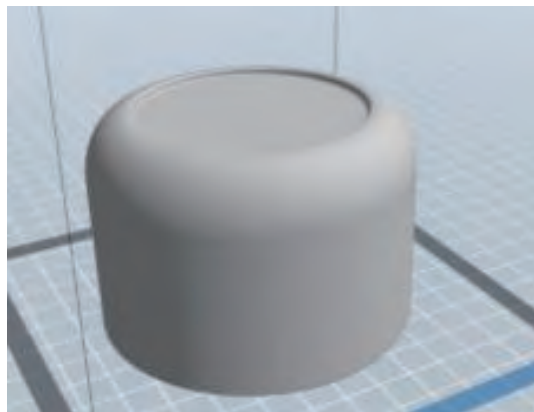
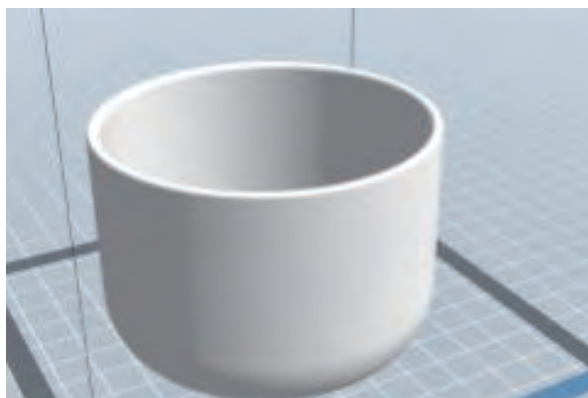

図 8-15
図 8-16
②（図 8-15）のようなモデルは蓋がないものが床に付く内部が大量のサポート材が必要になります。蓋の内面を上向きにすることでサポート材なしでもプリントができるようになります。（図 8-16を参照）※詳しい操作方法は 6.2.12 を参考